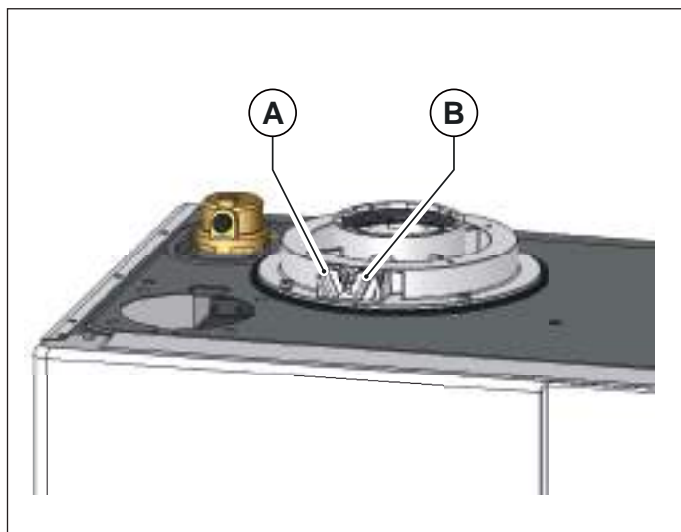
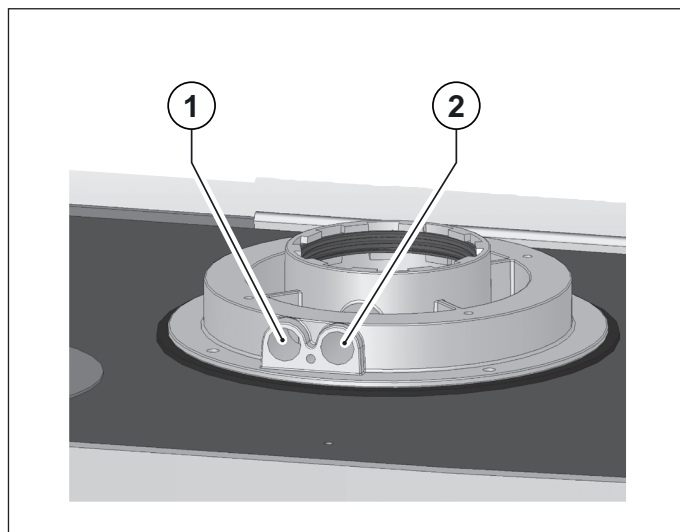

Fig. 20 Poziția bușoanelor
Fig. 21 Poziția orificiilor
Centrala termică este prevăzută cu un turn pentru racordarea conductelor de aspirație aer/evacuare gaze arse (vezi Fig. 20 Poziția bușoanelor și Fig. 21 Poziția orificiilor).
În turn au fost prevăzute orificii pentru accesul direct al aerului de combustie și pentru evacuarea gazelor arse (vezi Fig. 20 Poziția bușoanelor).
Înainte de a efectua măsurătorile înlăturați bușoanele **A** și **B** din orificiile prevăzute pe turn (vezi Fig. 20 Poziția bușoanelor).
- măsurarea aerului de combustie preluat din orificiul 1 (vezi Fig. 21 Poziția orificiilor).
- măsurarea temperaturii gazelor arse și a CO2 prelevat din orificiul 2 (vezi Fig. 21 Poziția orificiilor).